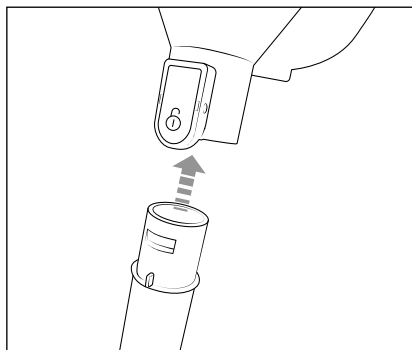

Fig. 1
- 1) Sæt teleskopsugerøret **16** på produktets sugeåbning, indtil det klikker hørbart på plads (se fig. 1). Sørg for, at låsen er i den rigtige stilling.